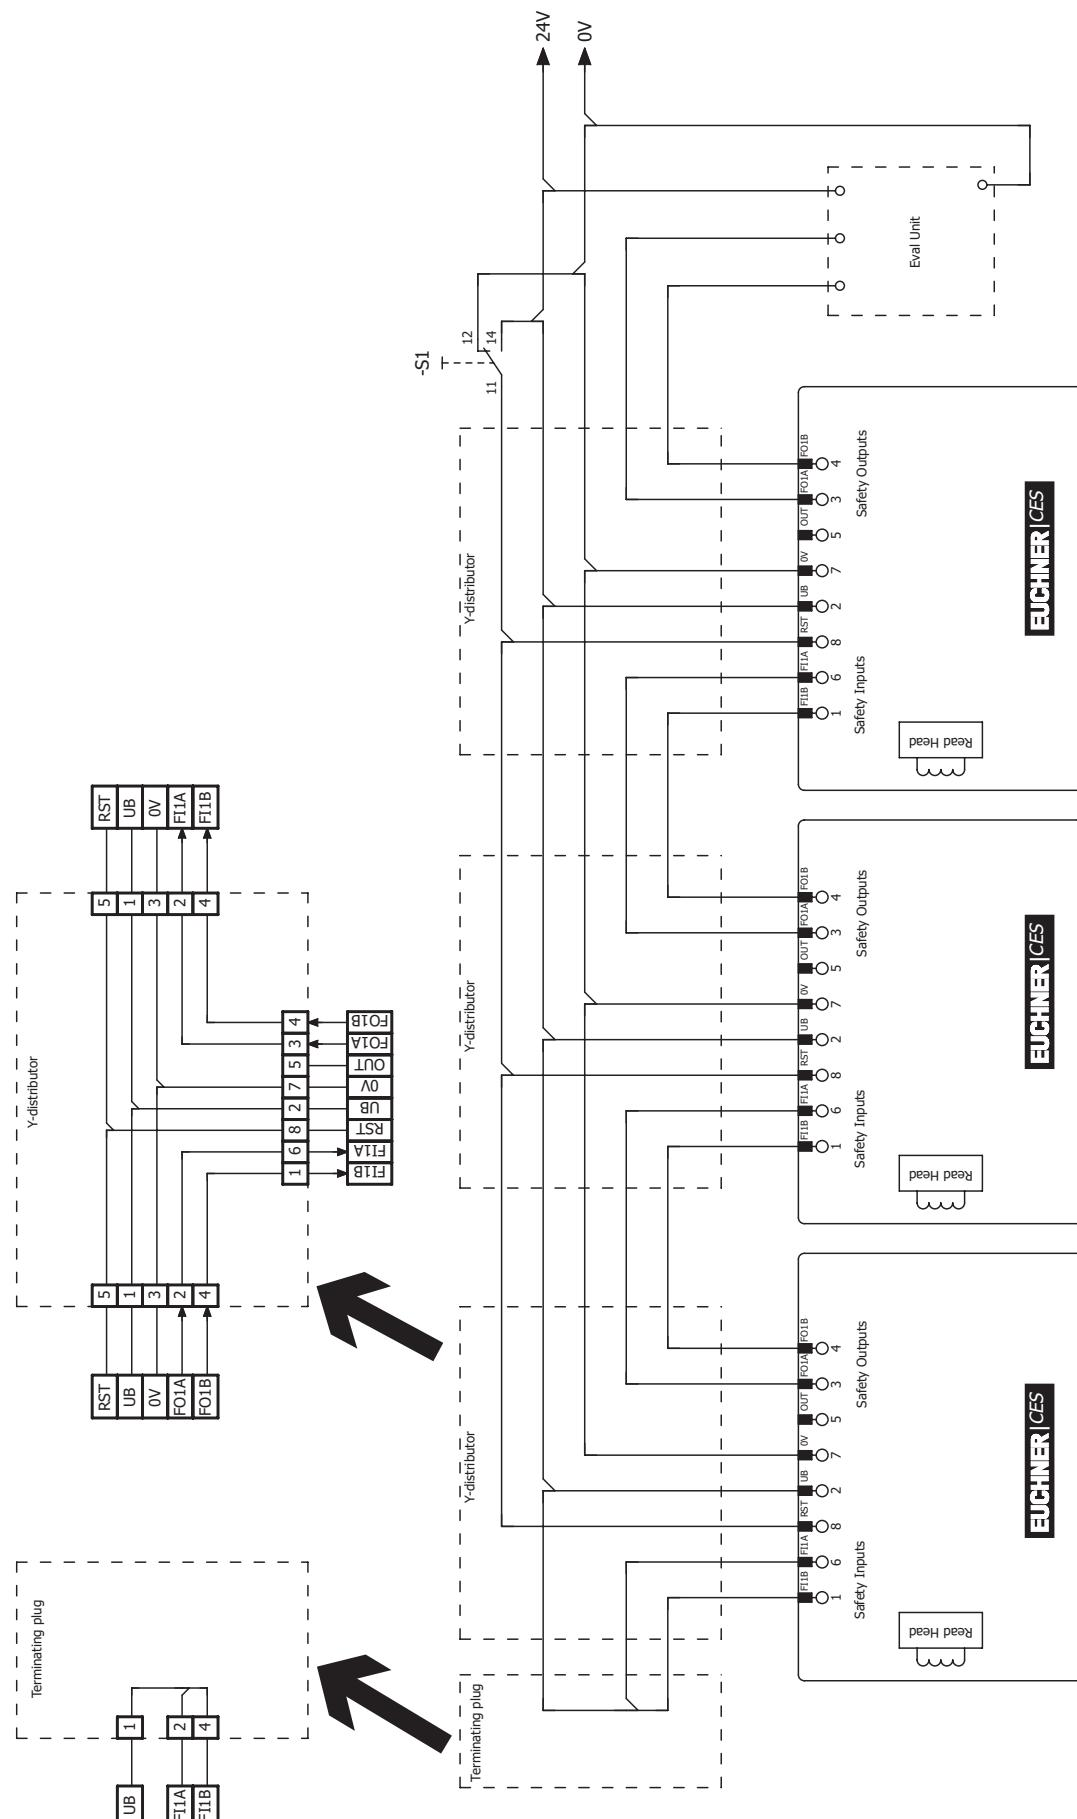

Fig. 4 : Exemple de raccordement pour montage en série avec réinitialisation et inverseur
- Il faut utiliser un signal commun pour tous les interrupteurs en série. Cela peut être un inverseur ou encore la sortie d'une commande / d'un automate. Un bouton ne convient pas car la réinitialisation en cours de fonctionnement doit toujours être sur GND (voir l'interrupteur S1 sur la Fig. 4 à la page 21).
Pour que cela soit possible, l'entrée RST doit être connectée comme indiqué sur la Fig. 4 à la page 21.